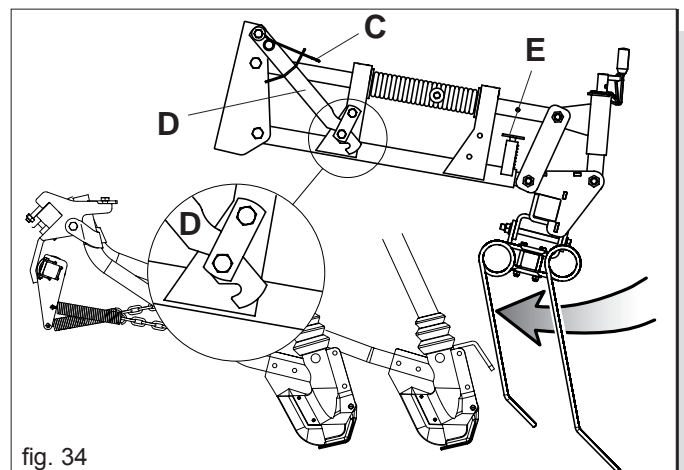

fig. 34
- 7) Die in den Sammelbehältern gesammelte Saatgutmenge wiegen und unter Bezug auf die durchgeführten Drehungen mit 100 oder 40 multiplizieren. Das Ergebnis ist die in Kilogramm pro Hektar ausgestreute Saatgutmenge (Abb. 34).
Für den Transport auf Strasse müssen die Zähne der Saatgutabdeckegeggen nach unten zeigen (Abb. 34).
- 1) Die Feder (C) in die auf Abb. 34 gezeigte Position bringen.
- 2) Die Saatgutabdeckegeggen heben und den Hebel einhaken (D Abb. 34).
- 3) Den Bolzen (E Abb. 34) hochheben und die Egge bis zur nächsten automatischen Kupplung des Bolzens gleiten lassen (E Abb. 34).